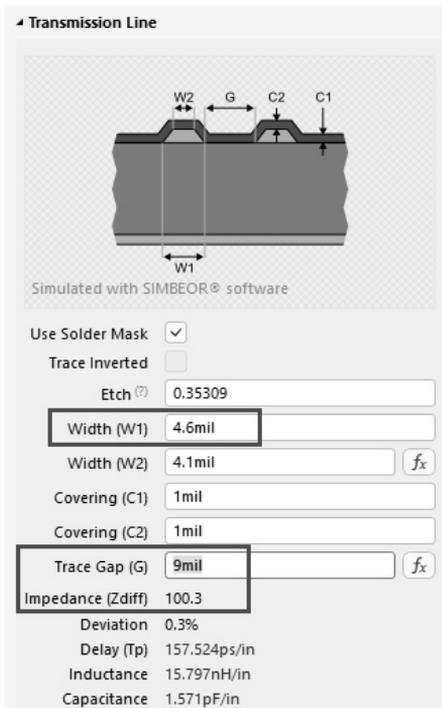

图 3-45 100Ω 的阻抗调整
③ 由于线宽与阻抗成反比，与线距成正比，可同时将线宽和线距改大，最终调整结果如图 3-45 所示。